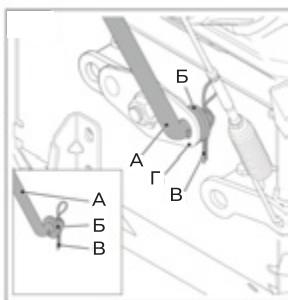

Рис. 5
- Снимите с рычага (рис. 5, поз А) предварительно установленные шайбы (рис. 5, поз Б) и шплинт (рис. 5, поз В)
- Вставьте рычаг (рис. 5, поз А) в кулису коробки передач (рис. 5, поз Г).
- Установите шайбу (рис. 5, поз Б) и зафиксируйте шплинтом (рис. 5, поз В).